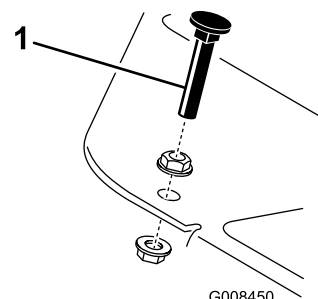

図 44
走行ペダルを踏み込んでみてください。ケーブルに張力が掛かる前にペダルがストップ（図 44）に当たる場合には調整が必要です。
1. ペダル・ストップをフロア・プレートに固定しているフランジヘッド・ロックナットをゆるめる（図 44）。